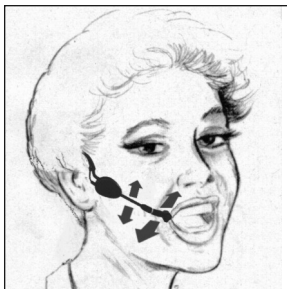

Abb. 2: Mikrofon positionieren
- Siehe Abb. 2. 3. Suchen Sie beim Soundcheck die ideale Position.